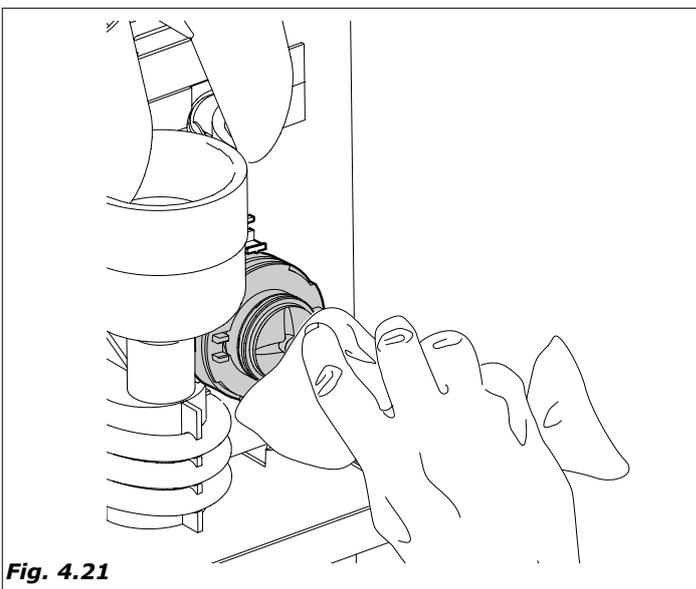

Fig. 4.21
- con un trapo humedecido, ( en la solución ), limpiar la base de las batidoras (Fig.4.21)